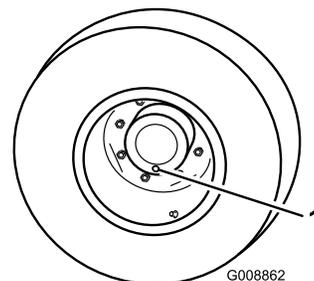

Figure 64
1. Placez la machine sur une surface plane et horizontale et tournez une roue de sorte que les bouchons de contrôle/vidange se trouvent à la position la plus basse (6 heures) (Figure 64).